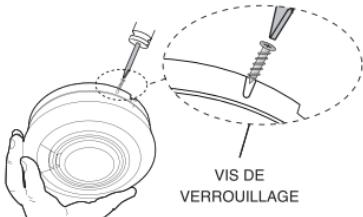
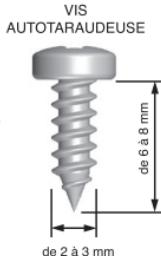

Figure 8c
Figure 8d
Si nécessaire, il est possible de sécuriser davantage le détecteur en utilisant une vis autotaraudeuse No.2 ou No.4 (de 2 à 3mm de diamètre–non fournie) de 6 à 8mm de longueur (voir figure 8d), pour verrouiller fermement le détecteur et son socle de fixation (voir figure 8c):
- Alignez la vis (non fournie) dans la zone encastrée en forme de « U » comme dans la figure 8c et vissez solidement.